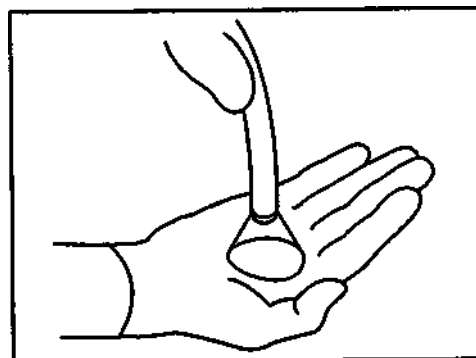

Рисунок 3.26
- 3 Убедитесь в том, что из дистального конца эндоскопа выходит свет (см. Рисунок 3.26).